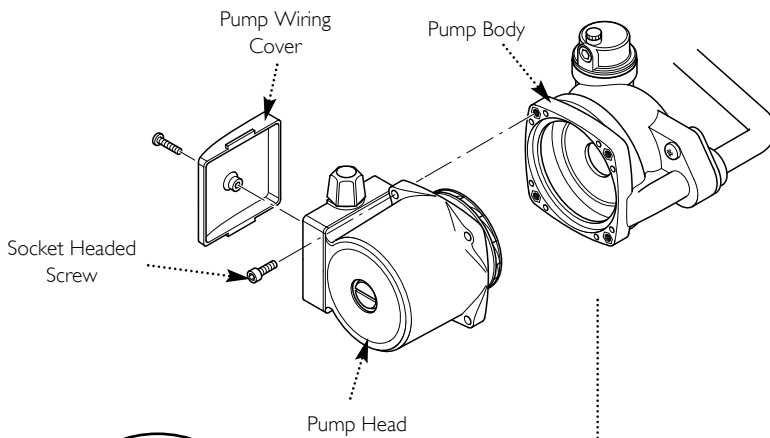

Fig. 87
14.14 Pump - Head Only (Fig. 87)